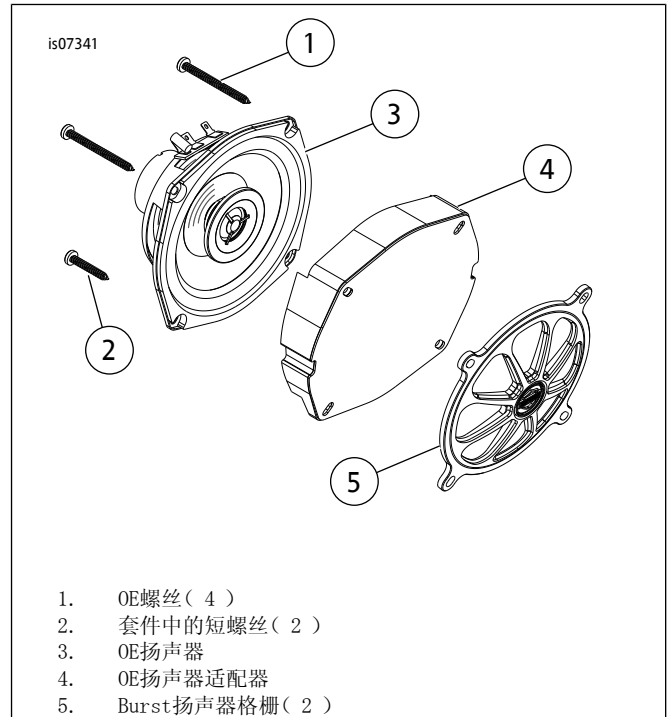

图1. 原厂设备( OE )扬声器安装( 图中显示左侧 )
4. 对于配备OE扬声器的车型：保留扬声器螺丝( 图1，项目1 )待用。
1. 参见图1。将Burst扬声器格栅( 5 )靠在适配器( 4 )表面，按照所示方式定位适配器较厚的边缘。